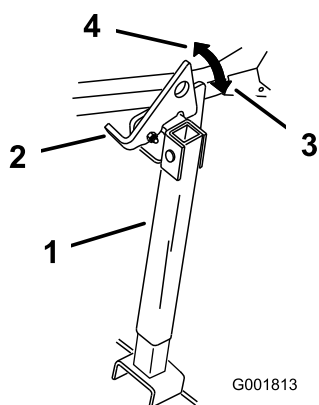

Figure 40
2. Relevez le verrou en position déverrouillée (Figure 40).